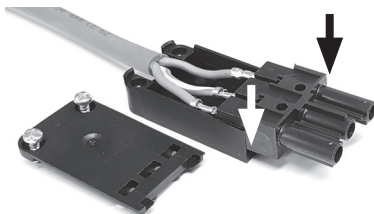

Рис. 11
2. Плотно вдавить среднюю часть в нижнюю часть до упора. Обратите внимание на правильное положение средней части! Смотрите Рис. 11.